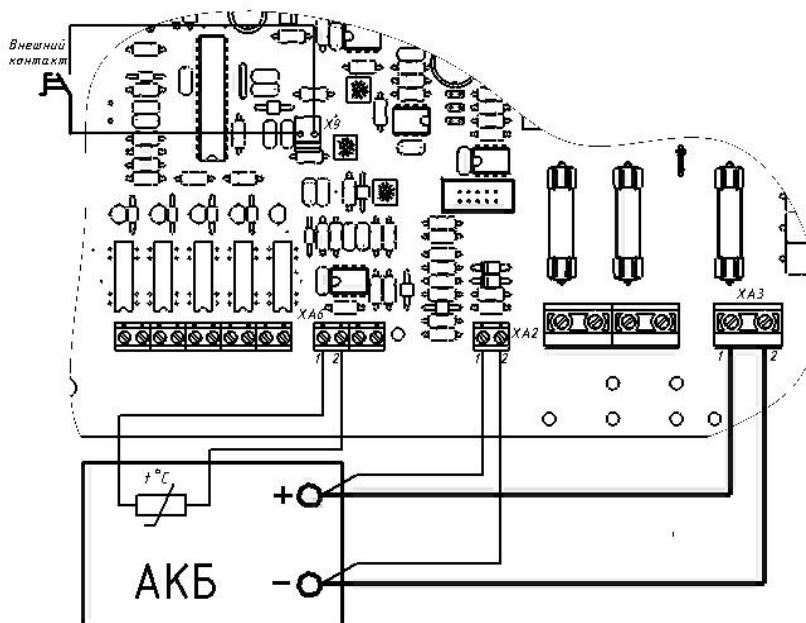

Рисунок 4 – Подключение АКБ, термодатчика и внешнего контакта.
- ◆ При необходимости термокомпенсации напряжения заряда АКБ подключите термодатчик к соответствующим контактам колодки XA6 «Термодатчик». Чувствительный элемент термодатчика закрепите на корпусе внешней АКБ с помощью липкой ленты. Для корректной работы термодатчика необходимо обеспечить плотное прилегание чувствительного элемента датчика к поверхности корпуса батареи (см. рисунок 4).
- ◆ При необходимости, удалите перемычку-заглушку на разъеме X9 и на ее место подключите внешний контакт включения/отключения выхода SA1 (см. рисунок 4).
- ◆ Подключите, **соблюдая полярность**, внешнюю АКБ номинальным напряжением 12В к источнику (см. рисунок 4):